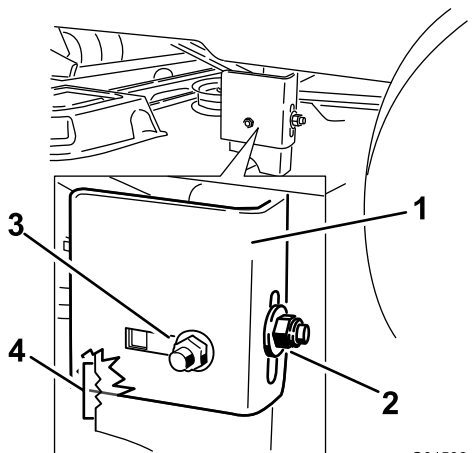

Figura 52
13. Pare a plataforma na posição ajustada e aperte a porca de bloqueio traseira no suporte de suspensão para manter a nova posição (Figura 52).